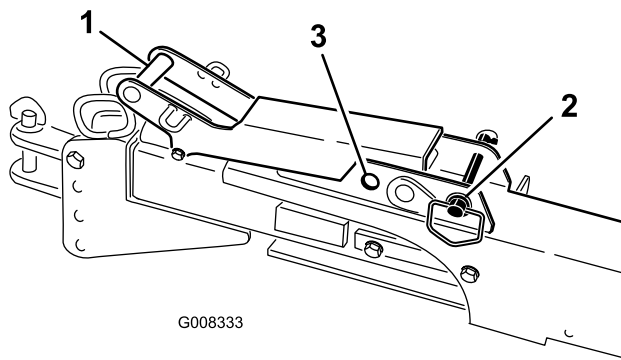

Figure 21
- Vérifiez que la goupille de la poignée de verrouillage est en position déverrouillé (arrière) (Figure 21).
Remarque: Verrouillez l'ensemble d'attelage en position étendue en plaçant la goupille de la poignée de verrouillage en position avant (verrouillée) (Figure 21).